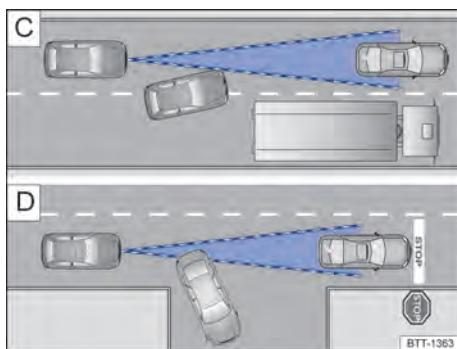

Fig. 104 **C** Mudança de faixa. **D** Veículo virando ou parado.
Por exemplo, se um veículo detectado pelo ACC virar ou mudar de faixa, e se houver um veículo parado à frente deste veículo, o ACC não reagirá ao veículo parado → Fig. 104 .
- Veículos que mudam para a faixa onde você se encontra com pouca distância do veículo → Fig. 104 .